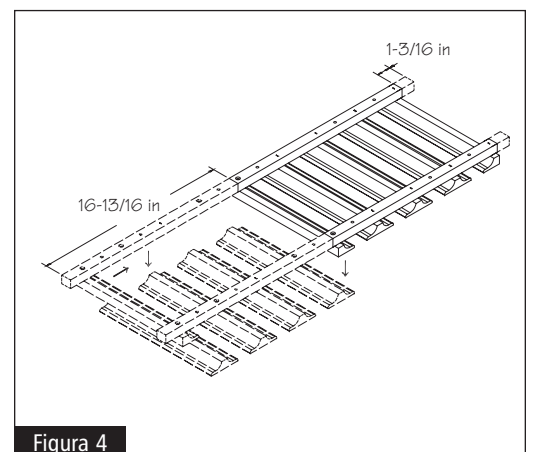

Figura 4
- 1** Coloque el soporte invertido para copas en una superficie plana con las tiras de montaje boca arriba. Usando el destornillador, retire los primeros cinco rieles y coloque el primero (el más pequeño) en donde estaba el quinto. Marque con lápiz cada uno de los extremos de ambas tiras de montaje como se ilustra. Vea la figura 4.